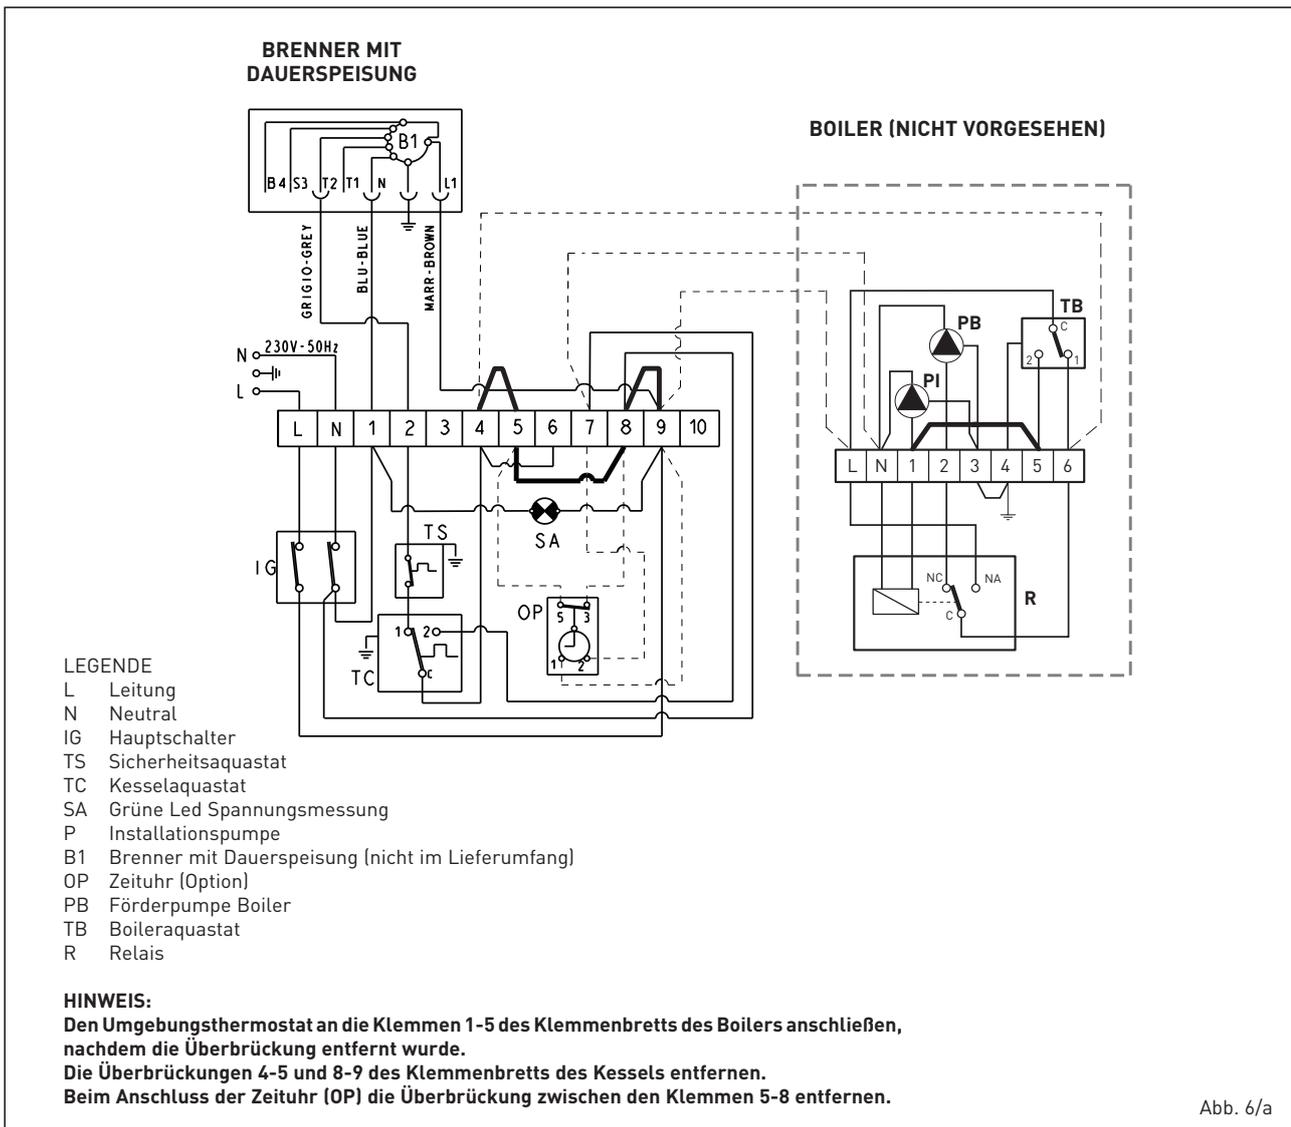

Abb. 6/a
- schließen Sie die Kabel so an, wie es im Schaltplan dargestellt ist (Abb. 6/a).